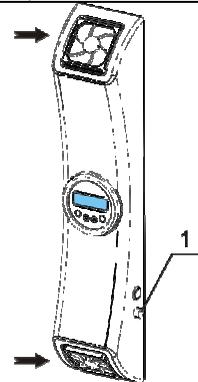

Abb. 8 Standort der Staubfilter
- Öffnen Sie die Sicherungshalterung seitlich am Gerät (Abb. 8/1), indem Sie ihre Abdeckung mit einem Schraubenzieher gegen den Uhrzeigersinn drehen.
Klemmen Sie einfach die Abdeckungen ab (Abb. 8/→), um die Filter zu überprüfen, auszutauschen oder zu reinigen, setzen Sie erforderlichenfalls einen neuen Filter ein oder spülen Sie den vorhandenen mit Wasser aus und trocknen Sie ihn ab und setzen Sie ihn wieder ein. Klemmen Sie die Abdeckungen wieder ein.